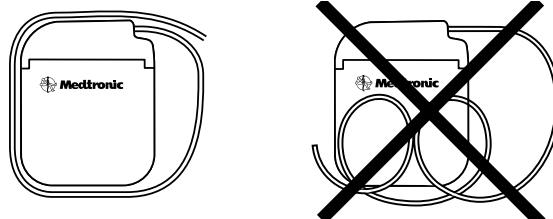

Figura 3. Avvolgere le estensioni o gli elettrocateri in eccesso intorno al perimetro del neurostimolatore (o dietro quest'ultimo).
- Non arrotolare le estensioni o gli elettrocatteteri in eccesso sul lato anteriore del neurostimolatore. Avvolgere le estensioni o gli elettrocatteteri in eccesso intorno al perimetro (Figura 3) del neurostimolatore o dietro quest'ultimo per ridurre al minimo il rischio di danni durante l'intervento chirurgico di sostituzione del neurostimolatore, la possibilità di attorcigliamento dell'estensione/elettrocattetero e le eventuali interferenze con la telemetria durante l'operazione di carica.